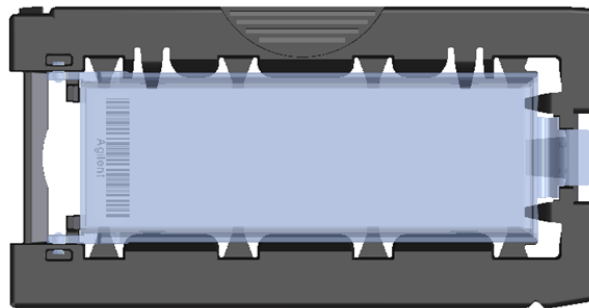

Abbildung 9 Objektträgerhalter – geschlossen mit Objektträger
- g Schließen Sie die Objektträgerabdeckung aus Kunststoff, wobei Sie auf das Ende mit der Nase drücken, bis Sie ein Klicken hören. Siehe Abbildung 9.